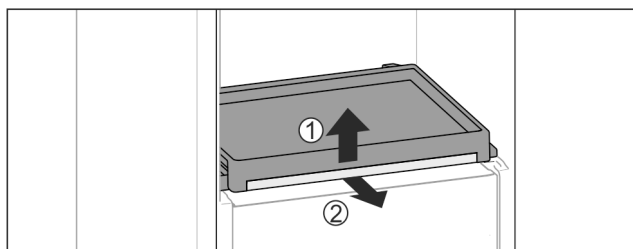

Fig. 178
- Izvadite izvlačni pretinac sa staklenom pločom: Staklenu ploču s prednje strane lagano podignite Fig. 178 (1) i izvucite prema naprijed Fig. 178 (2).